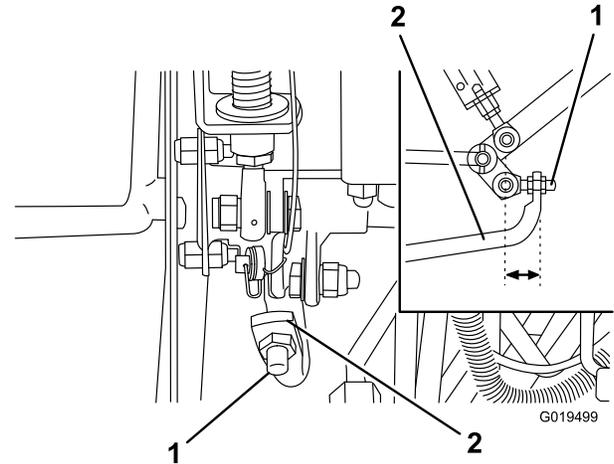

Figura 69
4. Ajuste las contratueras del extremo de la varilla de la bomba con objeto de desplazar el tubo de control de la bomba hacia adelante para eliminar el movimiento de la máquina hacia adelante, o hacia atrás para eliminar el movimiento hacia atrás (Figura 69).